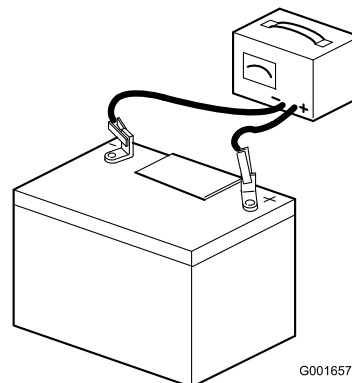

Figura 31
2. Collegate un caricabatterie da 3 – 4 A ai poli della batteria (Figura 31). Caricate la batteria a 3 – 4 ampere per 4 – 8 ore.